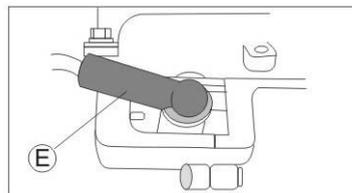

Fig. 34
- Estrarre il cappuccio del soppressore di rumore "E" (Fig. 34).